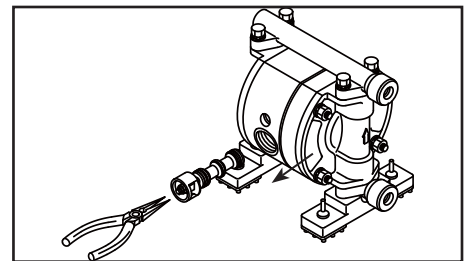

Figure 32
- Sortez l'ensemble de distributeur d'air à l'aide de la pince, et enlevez le joint d'étanchéité de celui-ci. (voir figure 32).